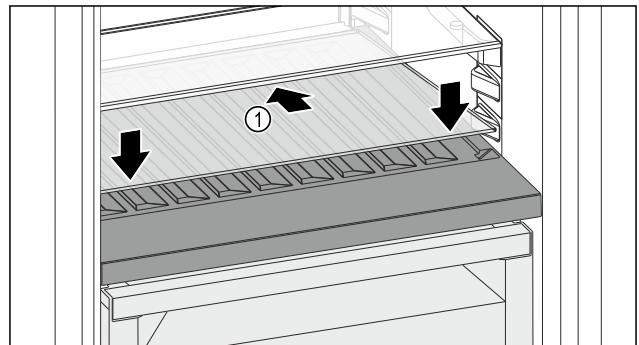

Fig. 118
- Glasplatte Fig. 118 (1) schräg und nach hinten unten geneigt ansetzen.
- Glasplatte Fig. 118 (1) vorne absenken.